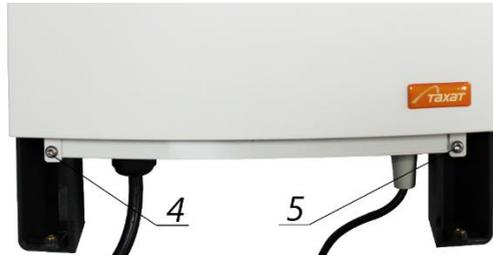

Рис. 6.5 Монтаж ИП
1. Снять крышку 1 (рис. 6.5). Для этого открутить винты 2 и 3.